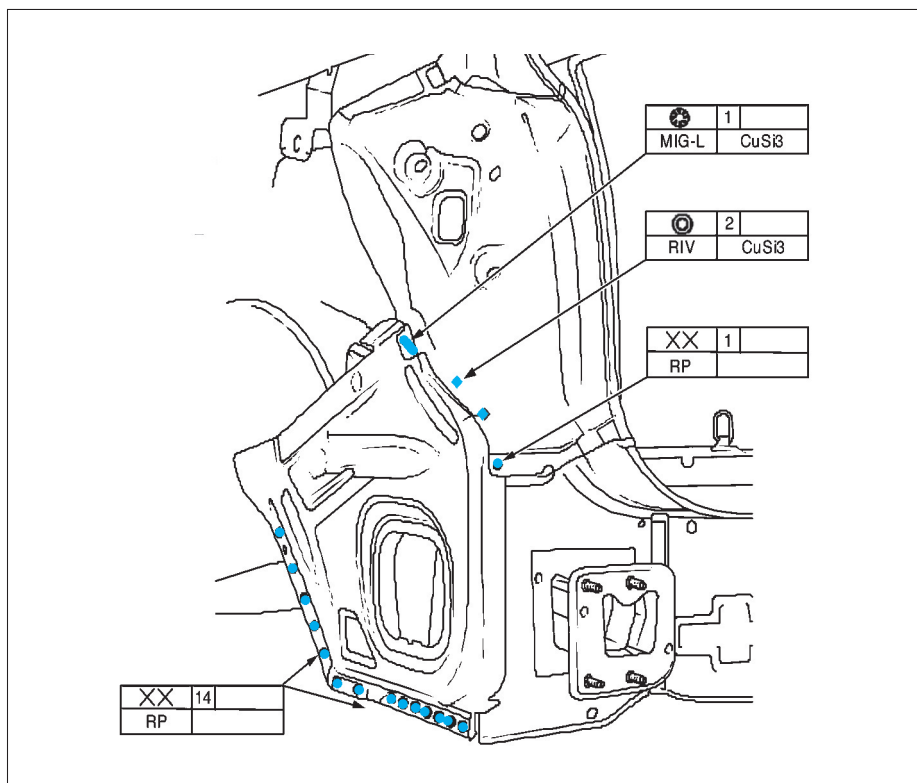

FIG. 142
- Riveter et souder le prolongement intérieur de panneau latéral (fig. 142).